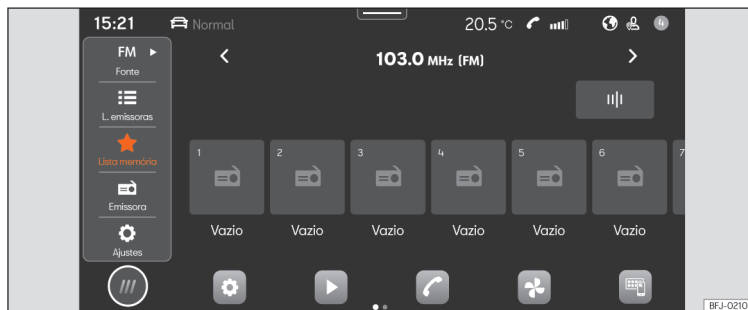

Fig. 142 Esquema: Vista Rádio
- Pressione **HOME** > > **Fig. 142.**